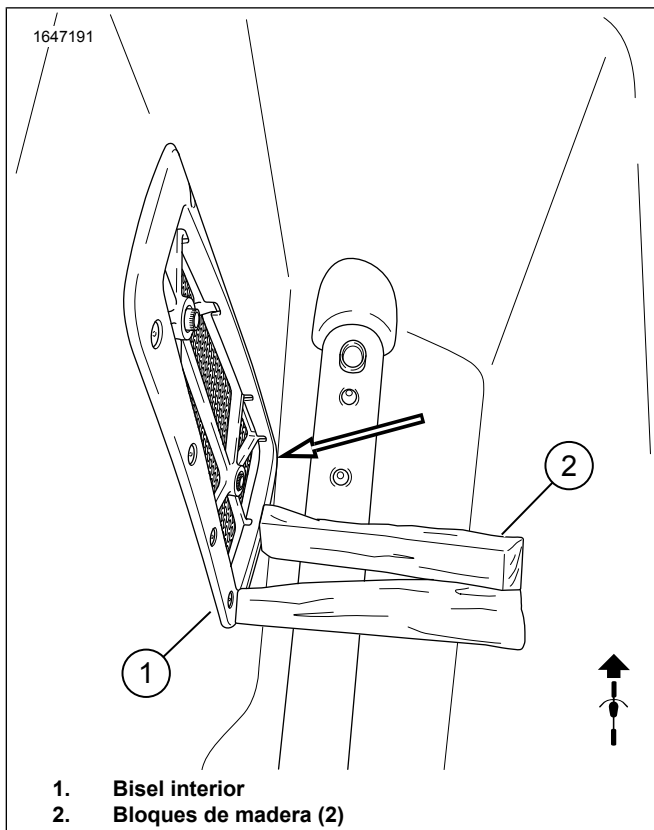

Figura 14. Cuña de madera
- 9. Consulte la Figura 14. Para maximizar el rendimiento del sello, use cuñas de madera en el bisel interior (1). Manténgalo en su lugar durante 24 horas.